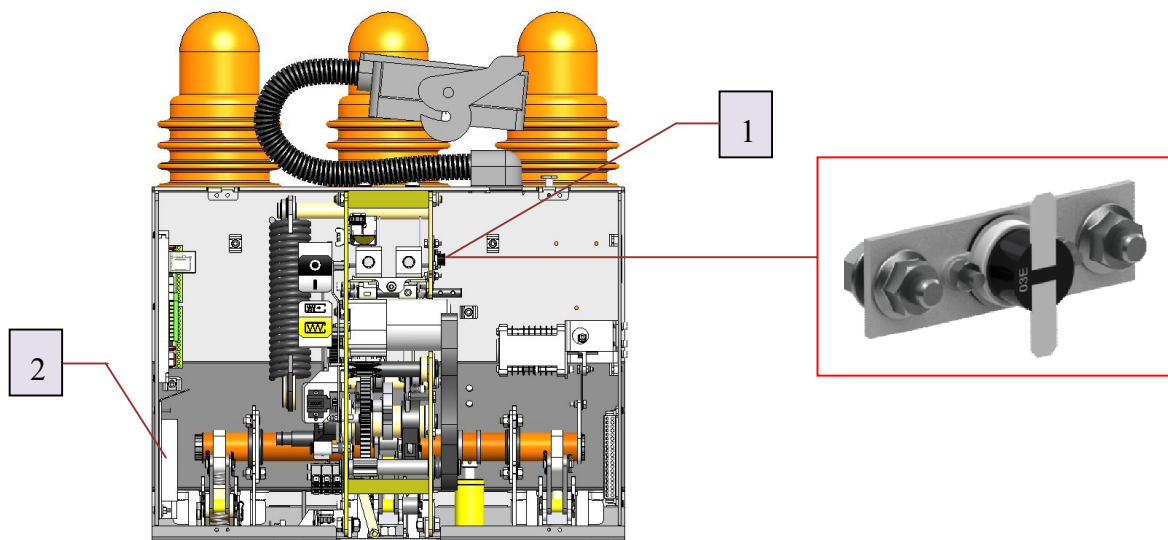

**Рис. 10 Выключатель с опцией минимальный расцепитель напряжения:**
Опционально в выключатель устанавливается минимальный расцепитель напряжения (рис. 10). Минимальный расцепитель состоит из платы управления (1), электромагнита отключения (2) и электромагнита блокировки включения с микропереключателем (3).